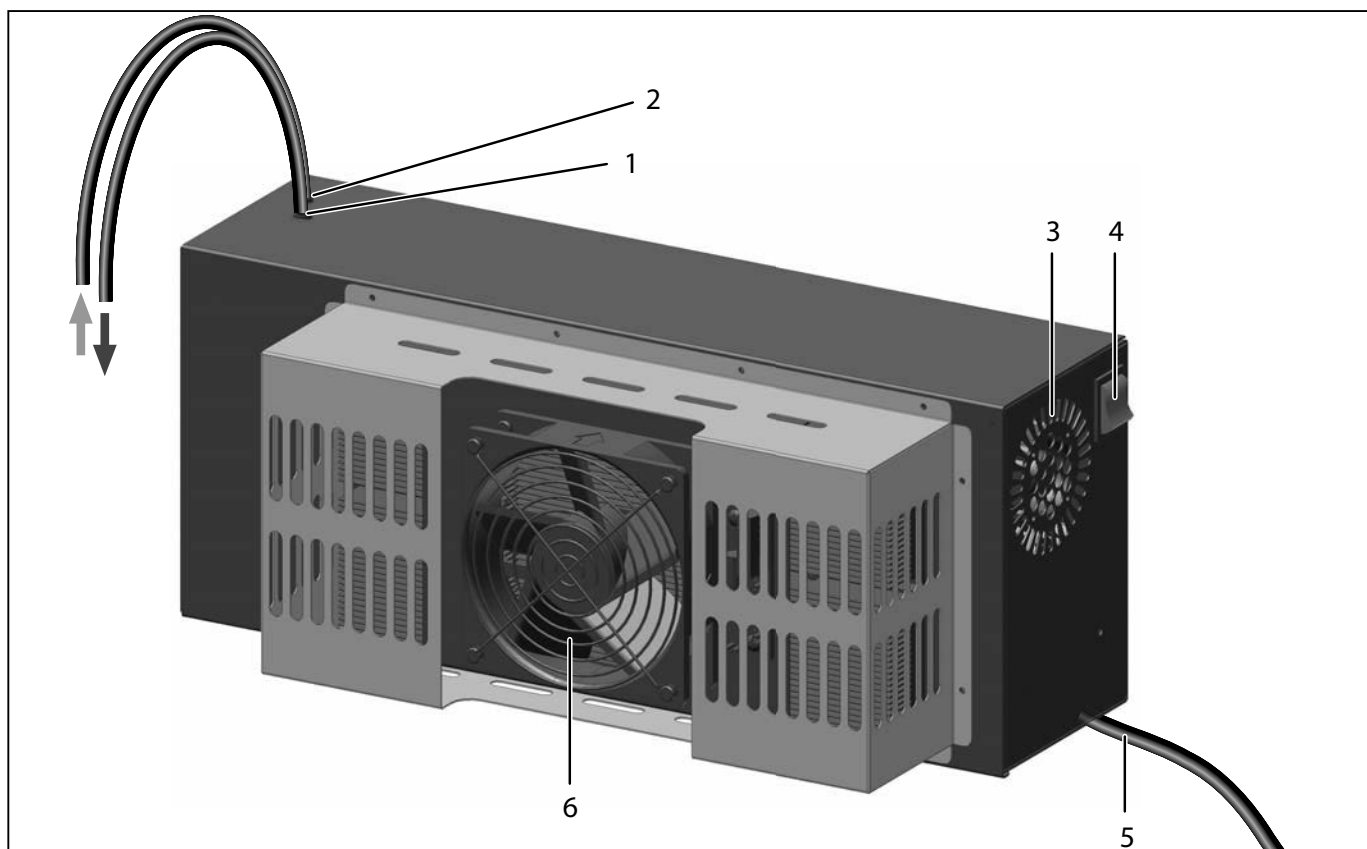

Fig. 1 Bloc réfrigérant CDP 115 pour bains-marie
-  Choisir un site d'installation qui permet un dégagement total de la turbine de ventilation du bloc Peltier (Fig. 1) afin de ne pas limiter sa puissance réfrigérante. Les deux autres grilles d'aération doivent toujours rester dégagées.